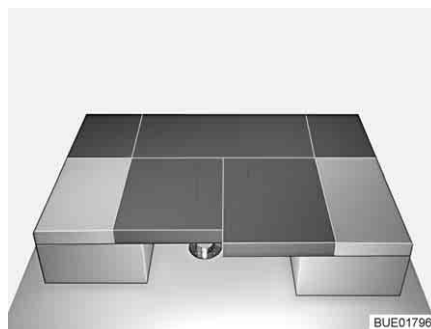

Fig. 105 Después de la transformación
- Insertar los dos cojines de asiento entre los cojines de respaldo (véase Fig. 105).